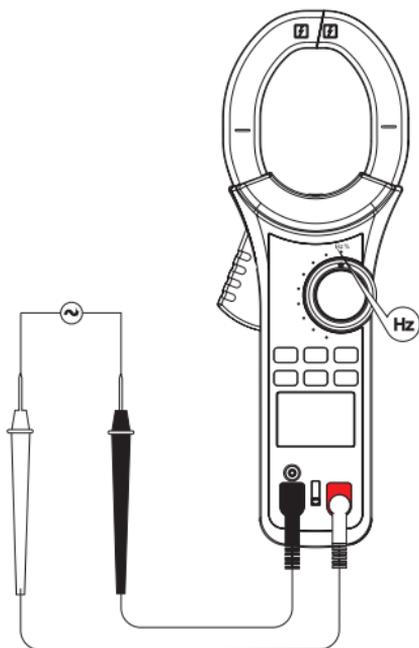

Рис. 9 Измерение частоты/коэффициента заполнения
7.7 Измерение частоты/коэффициента заполнения (рис.9)